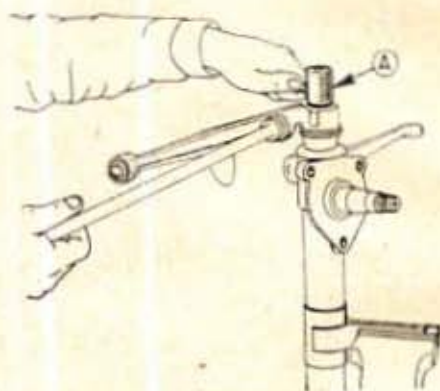

Fig. 151. — Dépose de l'écrou de fixation de rotule
- Déposer l'écrou de fixation de la rotule à l'aide de la clé crantée A (fig. 151).